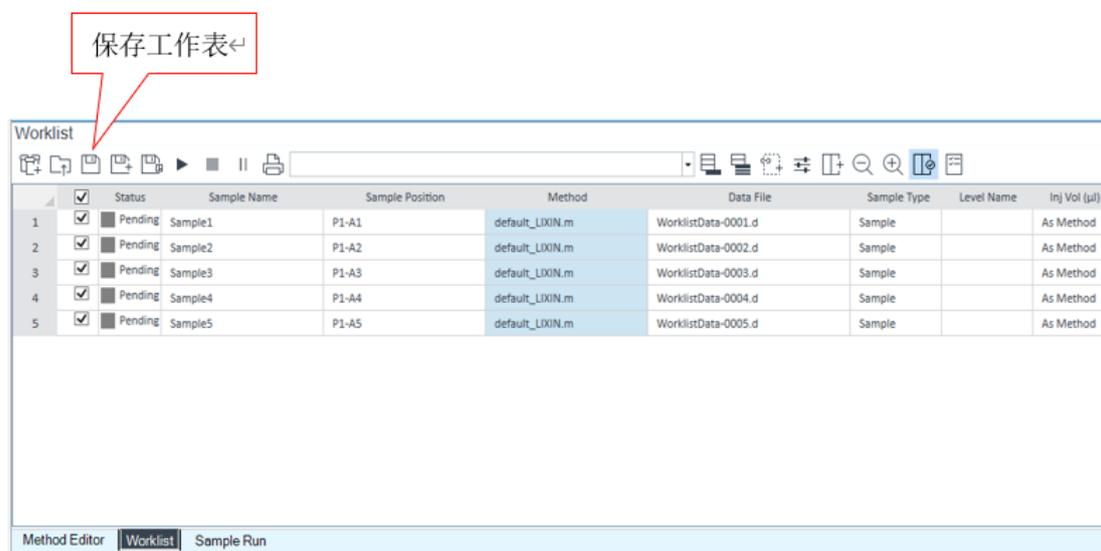
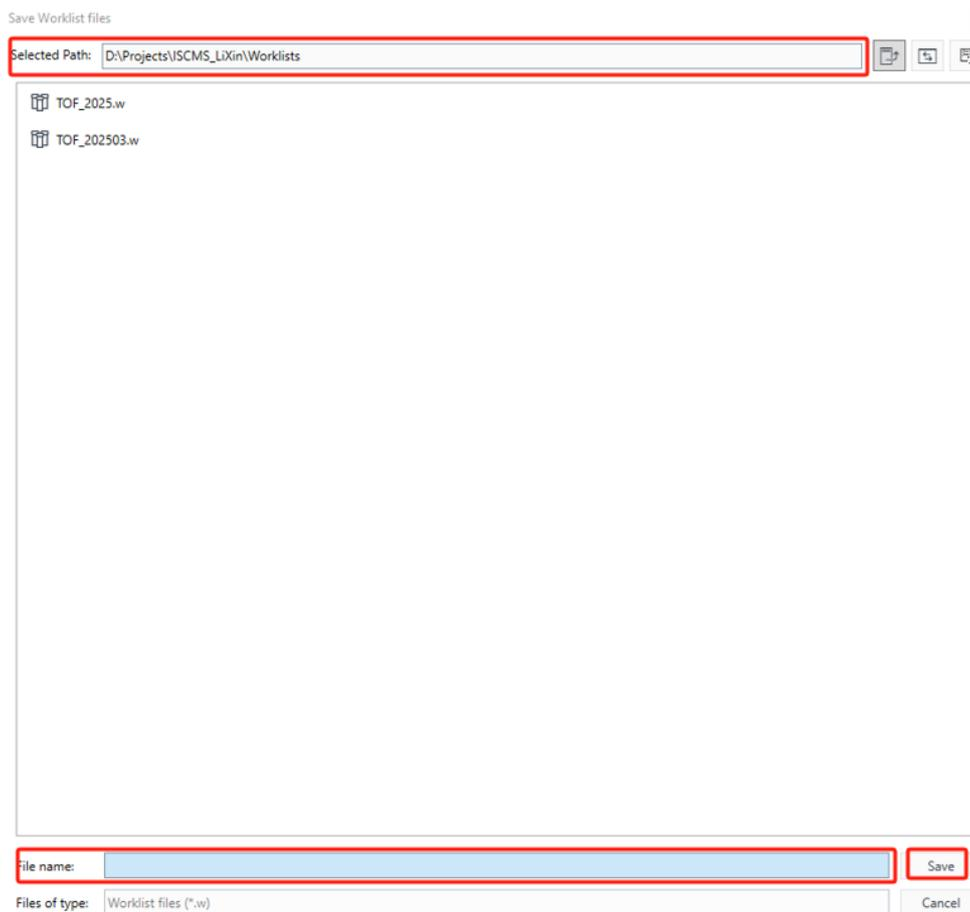

图 6-29
图 6-30
- 6) 保存样品表: 如图 6-29, 点击  保存工作表, 命名工作表名称, 建议命名规则为 PI-用户-日期; 并保存到对应 Project---Worklists 路径下, 如图 6-30。